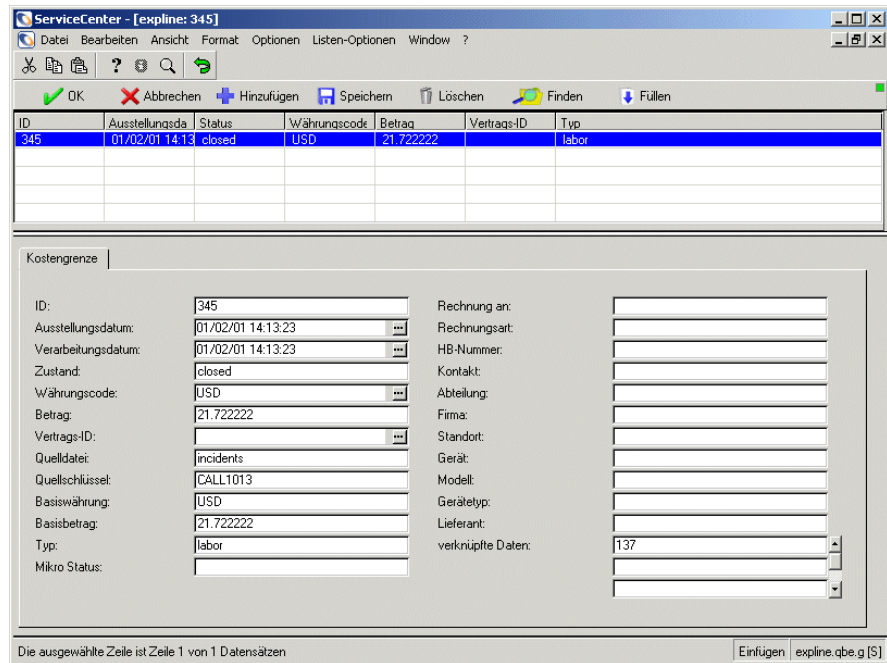

Abbildung 9-51: Kostengrenzen-Datensatz für Bearbeitung
- 3 Klicken Sie auf eine Schaltfläche (Teile, Arbeitszeit usw.) rechts neben der Tabelle, um die Kostengrenzen-Datensätze anzuzeigen, die mit diesem Incident verknüpft sind. Klicken Sie beispielsweise auf **Bearbeitung**, um das in Abbildung 9-51 dargestellte Fenster anzuzeigen.